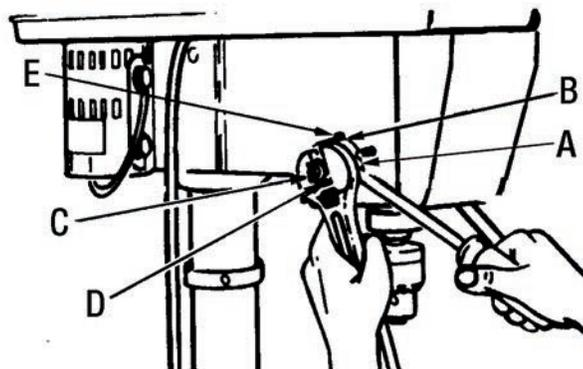

FIGURE 20
4. Placez le tournevis dans l'encoche inférieure (A) Fig.20 sur le devant du capuchon du ressort (B) et tenez-le tout en déserrant et en retirant l'écrou extérieur (C) seulement.
5. Le tournevis restant dans l'encoche, désérrez l'écrou intérieur (D) d'environ 1/8" jusqu'à ce que l'encoche se dégage de la protubérance située sur la tête. Ne retirez pas cet écrou.
6. Faites tourner soigneusement le tournevis dans le sens antihoraire et engagez l'encoche suivante (E) sur la protubérance. Ne retirez pas le tournevis.